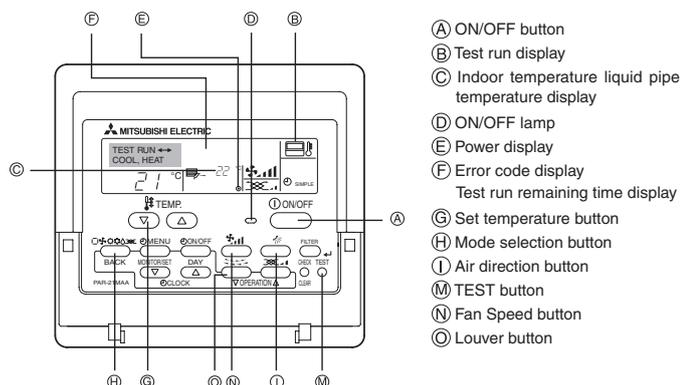

Fig. 6-1
6. Test run (Fig. 6-1)
Using wired remote controller (Fig. 6-1)
| 3. Kältemittel- und Ablaßrohrleitung | 16 | 6. Testlauf (Fig. 6-1)..... | 25 |